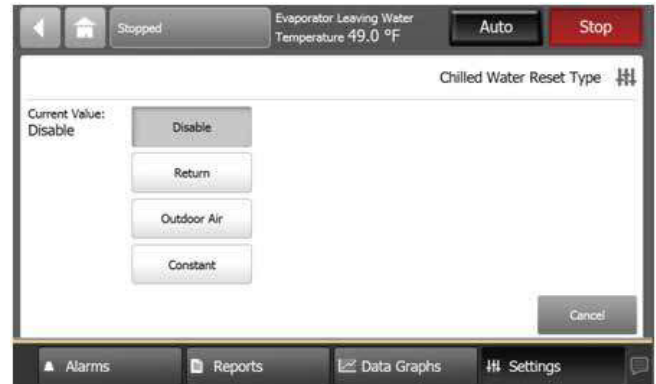

Figura 35. Tela de tipo de redefinição da água resfriada
- b. Para telas com teclado numérico (Figura 35), toque nos números apropriados para alterar o valor atual. O novo valor aparecerá acima do teclado.